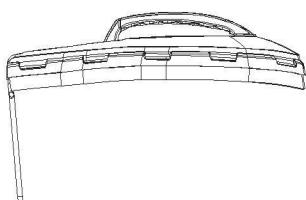
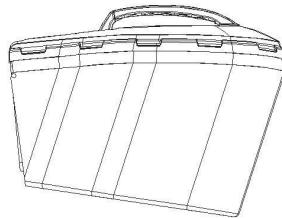

Fig. 3A
Fig. 3B
- a) Pour l'installer : levez le couvercle arrière et accrochez le sac de ramassage à l'arrière de la tondeuse. (Fig. 3A/Fig. 3B/Fig. 3C/Fig. 3A1/Fig. 3B1/Fig. 3C1)